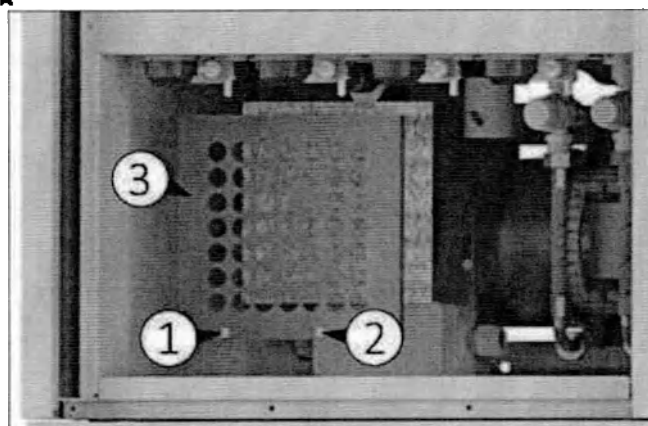

Рис. 24
2) Открутите винты (1 и 2 рис. 24) с помощью звездообразной отвертки T20.
3) Снимите крышку фильтра (3 Рис. 24) и вытащите фильтр предварительной очистки.